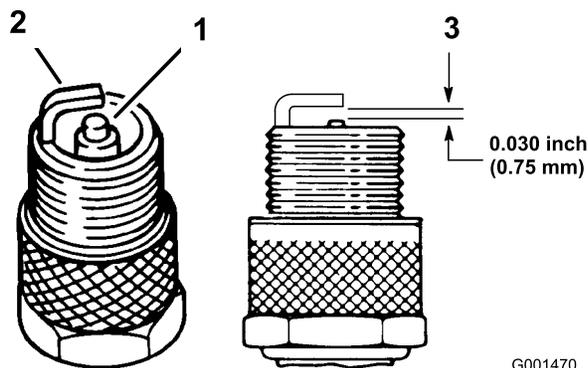

Рисунок 24
1. Осмотрите середину каждой свечи зажигания (Рисунок 24). Если вы видите на изоляторе светло-коричневый или серый налет, то двигатель работает должным образом. Черный налет на изоляторе обычно означает, что загрязнен воздухоочиститель.
2. Проверьте зазор между центральным и боковым электродами (Рисунок 24). Если зазор неправильный, отогните боковой электрод (Рисунок 24).
3. Присоедините провода к свечам зажигания (Рисунок 24).